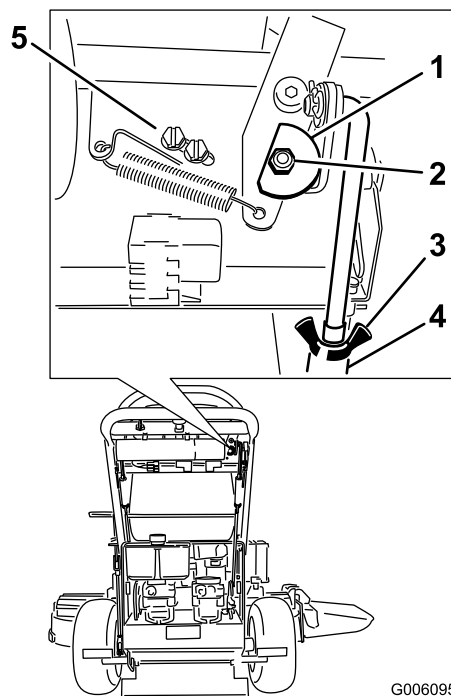

Figure 55
7. Desserrez l'écrou et le boulon de fixation de la came (Figure 55).